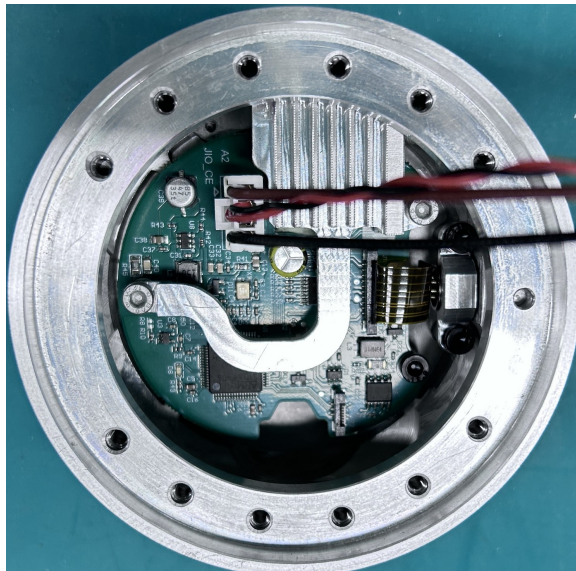

图 3-16: 连接手腕 3 关节和末端法兰的电线
1. 连接手腕 3 关节和末端法兰的电线，如图 3-16 所示；